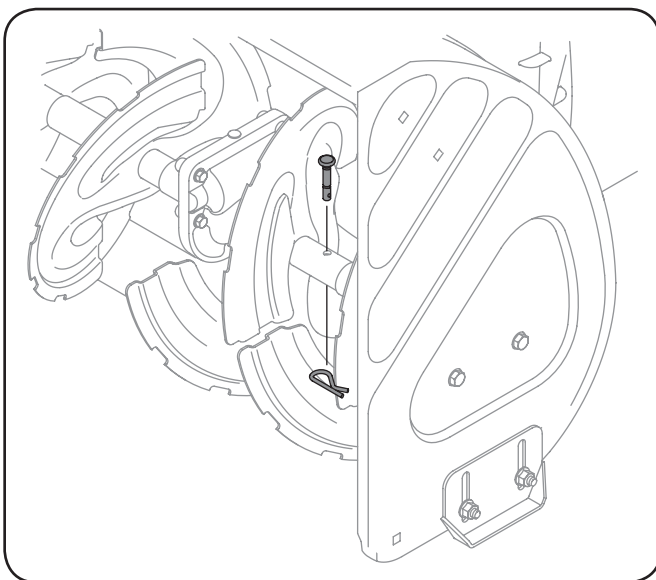

Figura 5-1
2. Inserte la llave de encendido completamente dentro de la ranura, Figura 5-1. Cerciérese de que calce bien en su lugar. NO gire la llave de encendido. El motor no puede arrancar si la llave no está completamente insertada en el interruptor de encendido.
- Inserte la llave de encendido completamente dentro de la ranura, Figura 5-1. Cerciérese de que calce bien en su lugar. NO gire la llave de encendido. El motor no puede arrancar si la llave no está completamente insertada en el interruptor de encendido.